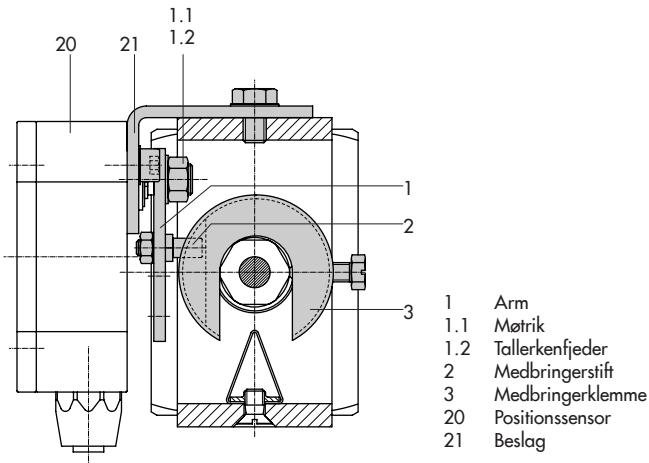

Fig. 5-29: Montering på en mikroflow-ventil
- Se Fig. 5-29.
1. Sæt armen (1) på positionssensoren i **midterstilling**, og **hold den på plads**. Skru møtrikken (1.1) af, og fjern den standard-monterede M arm (1) sammen med fjederskiven (1.2) fra sensorakslen.
2. Skru positionssensoren (20) på beslaget (21).
3. Vælg **S** armen (1) fra tilbehøret, og skru medbringerstiften (2) ind i hullet til stift-position **17**. Sæt armen (1) og fjederskiven (1.2) på sensorakslen. Sæt armen i midterstilling, og hold den på plads. Skru møtrikken (1.1) på.
4. Sæt medbringerklemmen (3) på ventil-spindel-forbindelsesdelen, placér den i en ret vinkel, og spænd den fast.
5. Placér beslaget (21) med positionssensoren på ventildelen og fastspænd, og kontrollér at medbringerstiften (2) glider ind i udsparingen på medbringerklemmen (3).